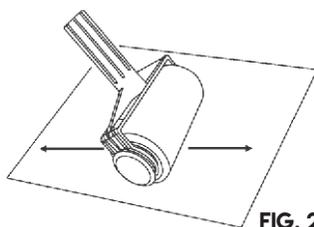

FIG. 2
5. AGORA VOCÊ PRECISA ALTERAR O ROLO. FAÇA ISSO ENROLANDO-O EM UM PAPEL APROPRIADO POR 2-3 MINUTOS, ATÉ QUE A TINTA SEJA VISÍVEL EM TODO O ROLO (FIG. 2).